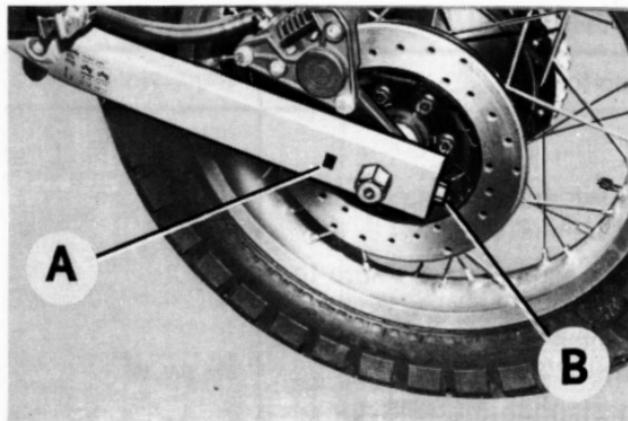
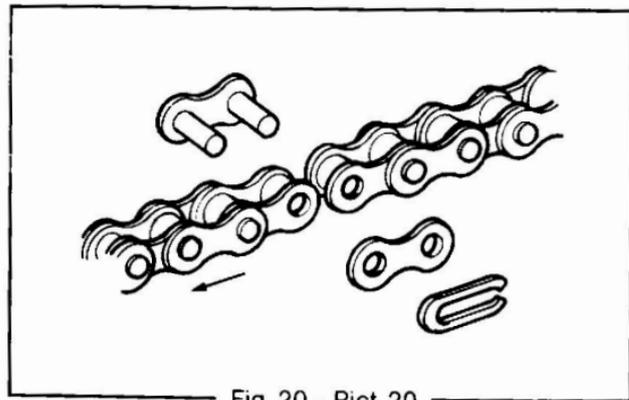

Fig. 19 - Pict. 19
Fig. 20 - Pict. 20
<ul style="list-style-type: none">– Agire sugli appositi registri (B) fino ad ottenere la tensione richiesta, facendo attenzione al centraggio della ruota. Controllare che il numero delle tacche di destra coincida con quello di sinistra, dal riferimento A sul forcellone.– Stringere i dadi precedentemente allentati. <p>NOTA: Nel rimontare la catena (nel caso fosse stata smontata) fare attenzione ad installare la forchetta di fermo della maglia di giunzione con la parte aperta rivolta in senso opposto al senso di avanzamento della catena stessa.</p> <p>La catena, essendo del tipo con O-ring di contenimento, non necessita di nessuna manutenzione particolare. Nel caso di necessità ungere solo con olio.</p>	<p>(Vedi fig. 19)</p> <p>(Vedi fig. 20)</p>